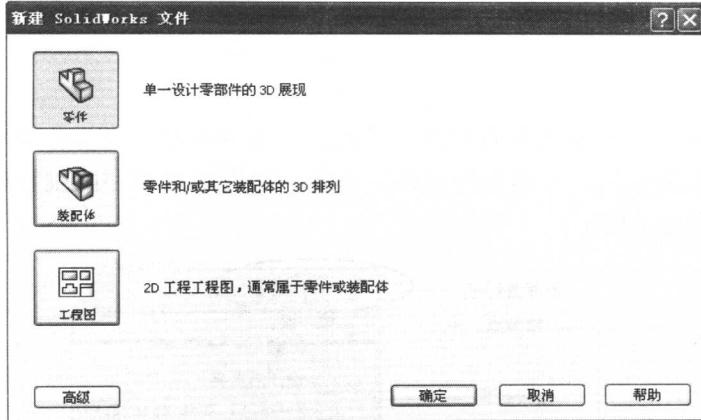

图 1-2 “新建 SolidWorks 文件”对话框
(2) 选择菜单“文件”→“新建”，或者单击“标准”工具栏中的“新建”按钮。系统弹出“新建 SolidWorks 文件”对话框，如图 1-2 所示。